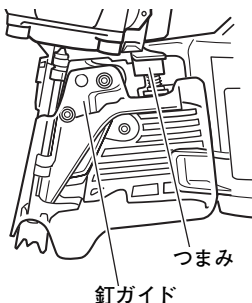

図 29
- 固定爪①と固定爪②の動作がスムーズであることを確認してください。動作がスムーズでないと、釘が後ろに曲がって打たれる恐れがあり、けがの原因になります。
- つまみの摺動部はときどき掃除し、付属の油を注油してください。(図 29)